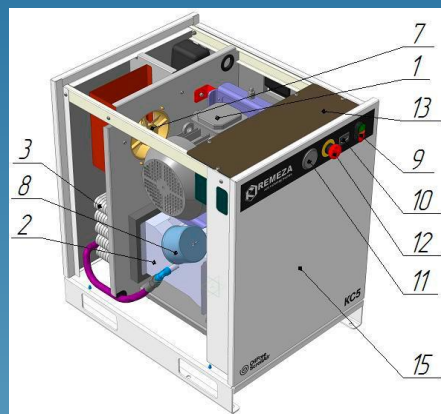

Рисунок 1
**1 – Электродвигатель** (см. рисунок 1) предназначен для привода спирального блока.
**2 – Спиральный блок** (см. рисунок 1) предназначен для выработки безмасляного сжатого воздуха.
**3 – Воздушный радиатор** (см. рисунок 1) служит для охлаждения сжатого воздуха. Радиатор охлаждается проходящим через него потоком воздуха, который нагнетается вентилятором спирального блока.
**4 – Обратный клапан** (см. рисунок 1) предназначен для предотвращения поступления воздуха из пневмосети в спиральный блок и предотвращения выхода его из строя.
**5 – Клапан предохранительный** (см. рисунок 1) пневматический осуществляет защиту пневмосети установки и спирального блока от превышения давления.
**6 – Прессостат** (см. рисунок 1) предназначен для поддержания заданного давления в пневмосети.
**7 – Вентилятор** (см. рисунок 1) служит для воздухообмена внутри корпуса установки.
**8 – Фильтр воздушный** (см. рисунок 1) впускной предназначен для предотвращения попадания загрязняющих частиц в спиральный блок. Некачественное обслуживание воздушного фильтра приводит к сокращению срока службы спирального блока.
**13 – Шкаф с электроаппаратурой** (см. рисунок 1) представляет собой короб закрытого типа, в котором смонтирована пускорегулирующая аппаратура и устройства защиты, доступ к которым осуществляется путем демонтажа верхней панели корпуса установки и крышки шкафа.
**15 – Корпус шумозащищённого исполнения** (см. рисунок 1) служит для снижения уровня шума в рабочей зоне установки.